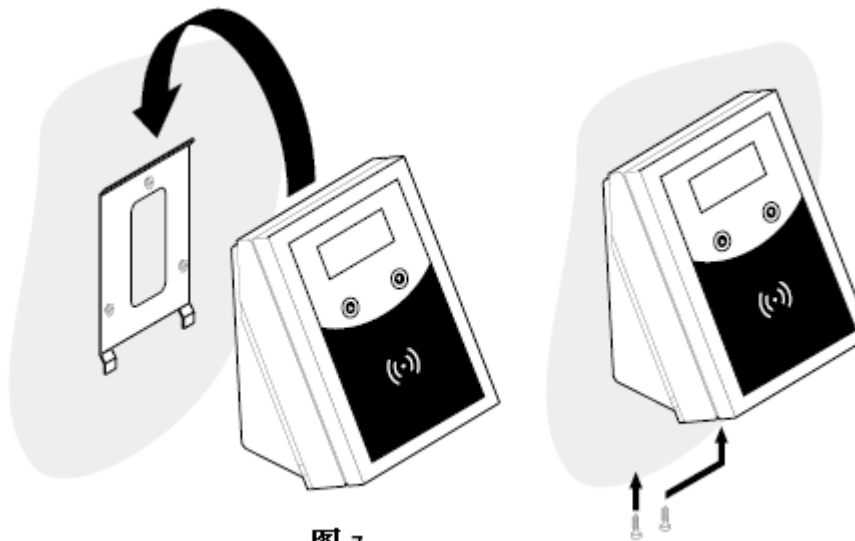

图 7
- 把信息终端固定到墙面的垫板上（图 7），上好 2 颗保护螺钉